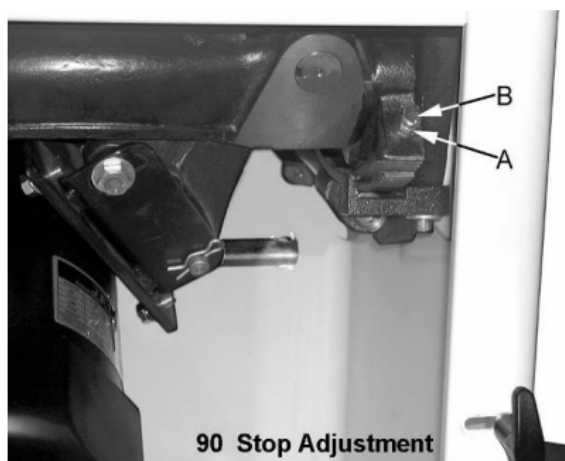

Рис. 18
5. Если пильный диск не под углом 90 градусов, откройте крышку двигателя, ослабьте контргайку ( А см. рис. 18) и поверните стопорный винт регулировки (В, рис. 18) на передней цапфе во внутрь или наружу. Регулировочный винт следует прекратить вращать на переднем кронштейне цапфы, когда пильный диск находится в 90 ° к столу. Затяните контргайку ( А см. рис. 18).